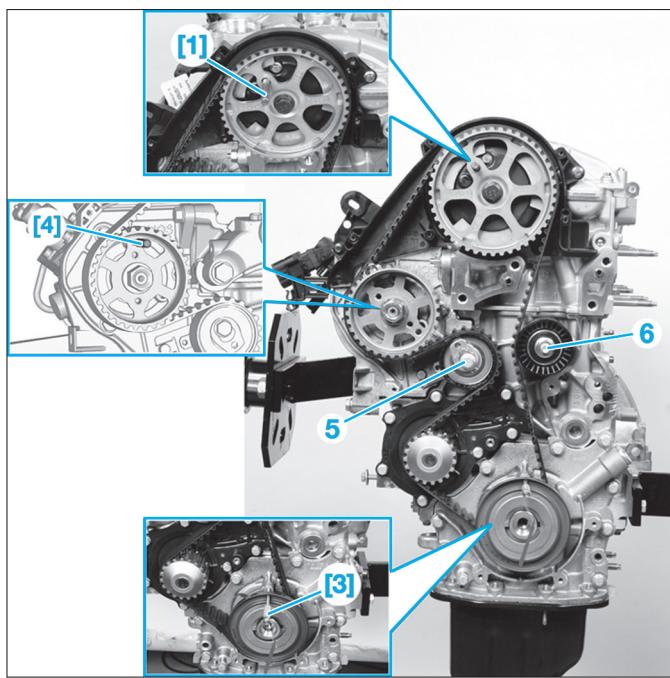
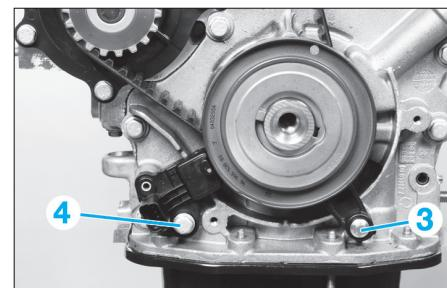

Fig. 13
Fig. 12
- le guide courroie (3) (Fig.12),
- le capteur de position vilebrequin (4).
- Mettre en place les pigeons de calage [1], [3] (Fig.13).
- Desserrer la vis de fixation (5) du galet tendeur.